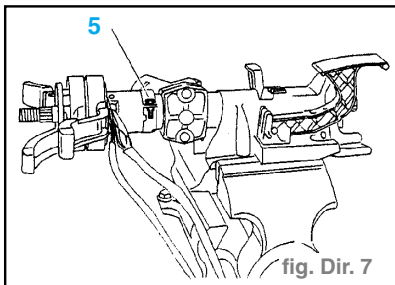

fig. Dir. 7
- Desserrer la vis (5). (fig. Dir. 7)